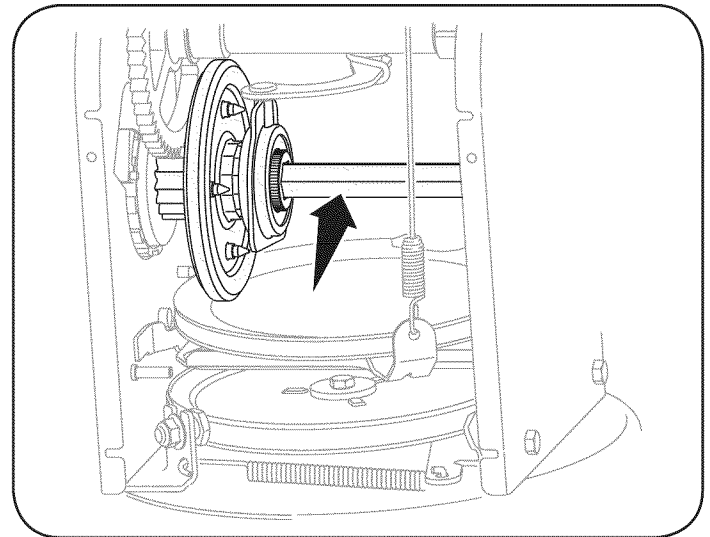

Figura 23
4. Aplique al eje hexagonal una capa ligera de una grasa multiusos apta para condiciones climáticas múltiples. Vea la Figura 23.